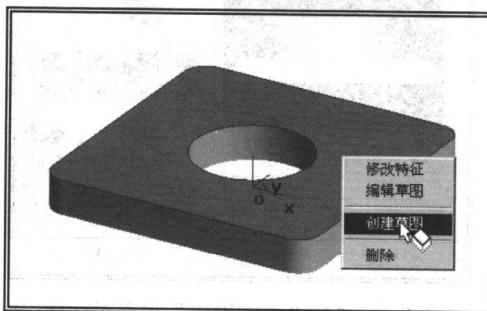

图 0-10 选择草图绘制平面
(1) 单击 **F8** 键，将视角调换为轴侧视向，移动光标至底板底座顶面，待光标提示变为 \diamond 时，单击鼠标左键拾取，点击鼠标右键，选择“创建草图”，如图 0-10 所示。